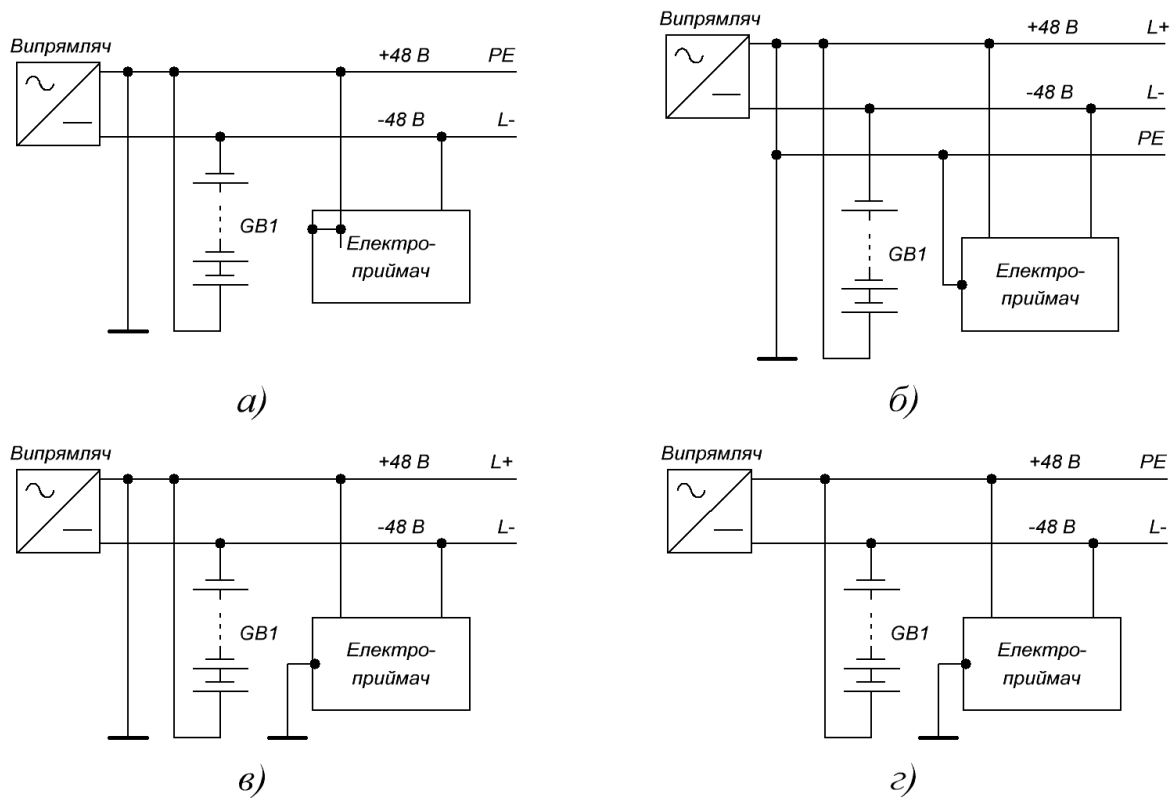

Рисунок 9 – Схеми заземлення обладнання постійного струму:
Найбільш поширеними схемами заземлення обладнання постійного струму є: двопровідна система (TN-C) з заземленням струмопровідного провідника (рис. 9, а); трипровідна система (TN-S) (рис. 9, б); двопровідна система з роздільним заземленням струмопровідного провідника і корпусу струмоприймача (TT) (рис. 9, в); двопровідна система з заземленням корпусу струмоприймача (IT) (рис. 9, г).